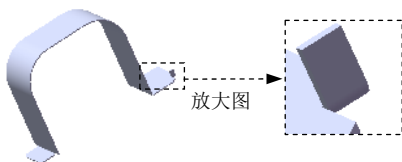
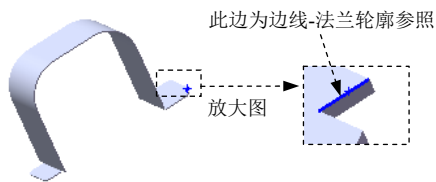

图 7.7.30 边线-法兰 3
图 7.7.31 选取边线-法兰轮廓边线
Step5. 创建图 7.7.30 所示的钣金特征——边线-法兰 3。选择下拉菜单 **插入(I)** → **钣金(B)** → **边线法兰(E)...** 命令；选取图 7.7.31 所示的边线为边线-法兰轮廓的边线；在 **角度(A)** 区域的  文本框中输入角度值 90.0；在“边线-法兰”对话框的 **法兰长度(L)** 区域的下拉列表中选择 **给定深度** 选项，在  文本框中输入深度值 3.0；在此区域中单击“外部虚拟交点”按钮 ；在 **法兰位置(N)** 区域中单击“材料在外”按钮 ；单击  按钮，完成边线-法兰 3 的创建。